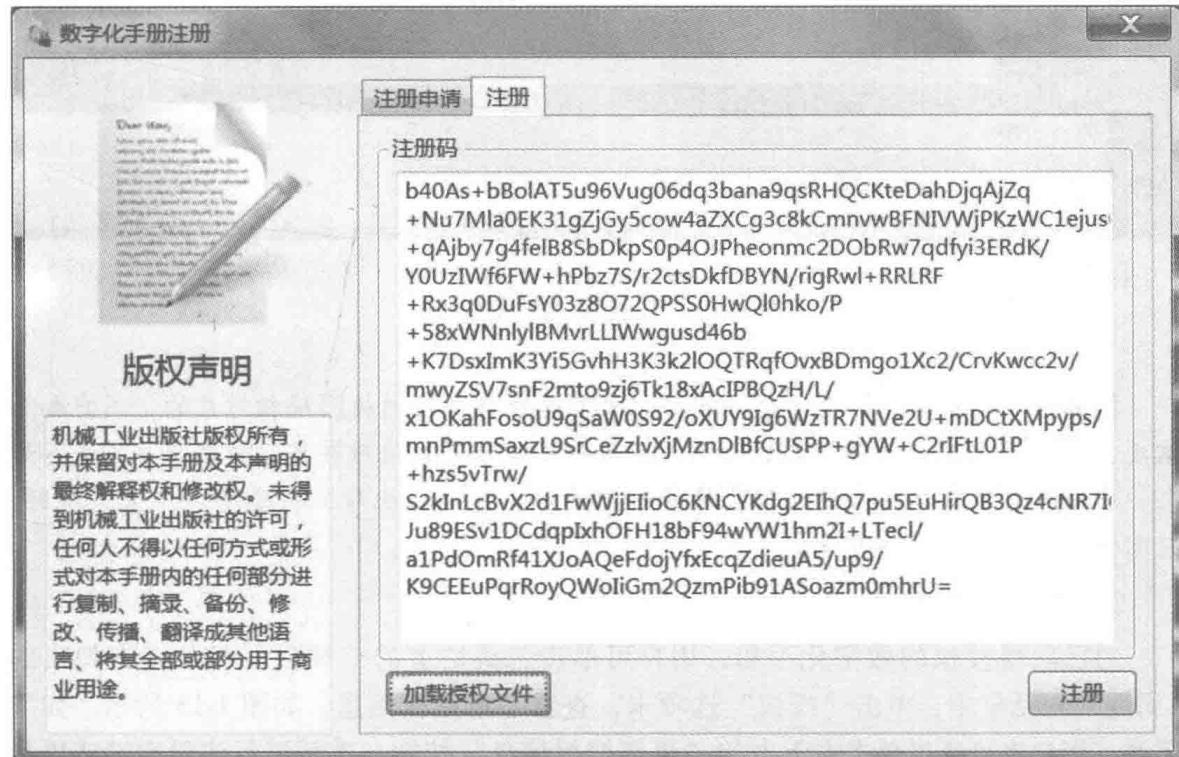

图1-13 “数字化手册注册”对话框的“注册”选项卡
1) 当用户收到客服人员发送的手册授权文件（文件扩展名为.lic）后，运行数字化手册，在系统自动弹出的“数字化手册注册”对话框（见图1-11）（如果该窗口被关闭，用户可单击工具栏上的“属性”按钮弹出“属性”对话框，单击“授权”选项卡，根据系统提示单击“立即注册”按钮重新打开“数字化手册注册”对话框）中，单击“注册”选项卡，然后单击“加载授权文件”按钮，加载授权文件（见图1-13），最后单击右下方的“注册”按钮，完成数字化手册的注册。